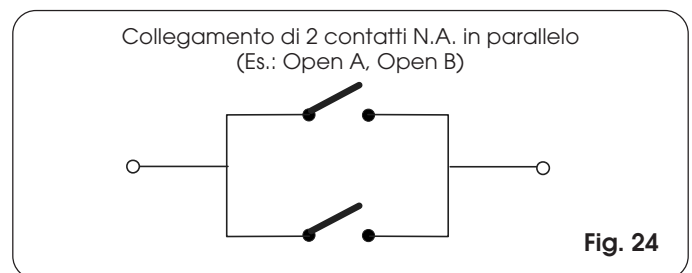

Fig. 24
N.B.: se due dispositivi con contatto N.A. hanno la stessa funzione vanno collegati in parallelo tra di loro (Fig. 24).